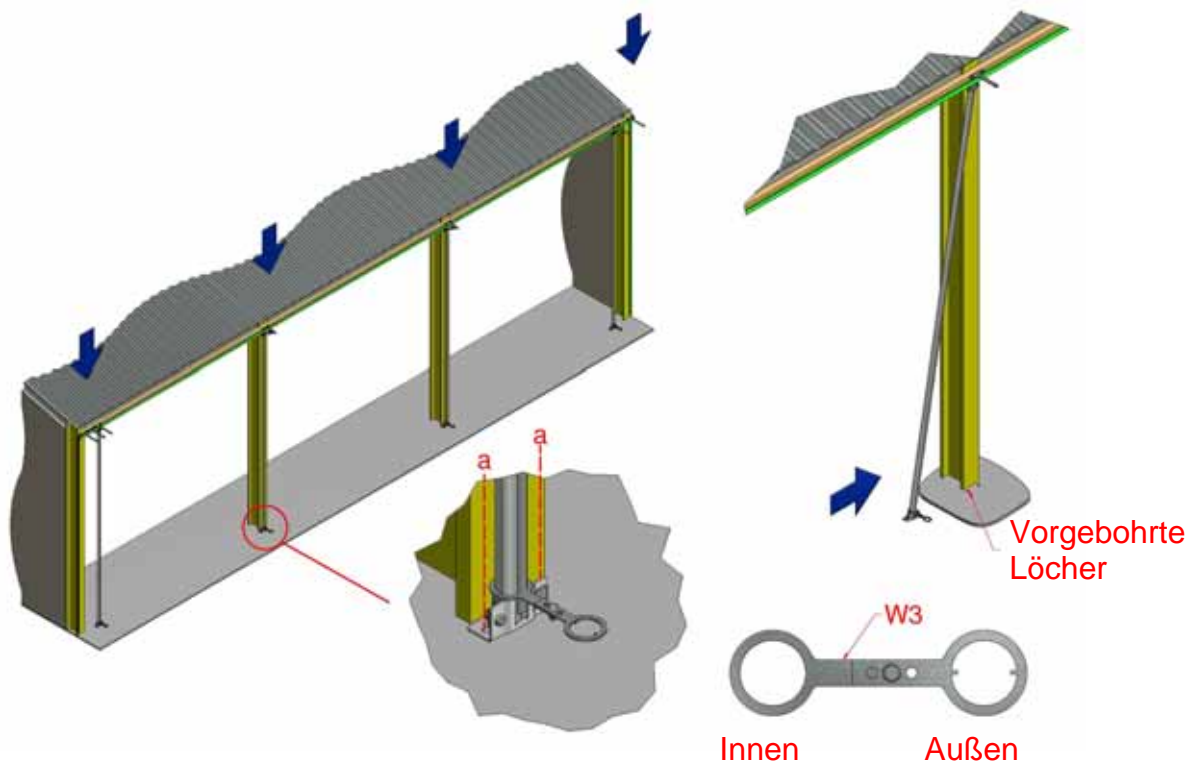

Abbildung 7: Innere Führungsrohre, stirn-/kopfseitige Montage
- a) Für stirn-/kopfseitige Montage das Ende des Abstandshalters (W3) mit dem glatten Loch und die untere Endstütze (D1) unten auf das innere Führungsrohr aufschieben, siehe Abbildung 7. Oberes Ende des Rohrs in die obere Endstütze (D1) einführen und in Position schieben, so dass die untere Endstütze auf die vorgebohrten Löcher im Fußboden ausgerichtet ist. Untere Endstütze mit den richtigen Befestigungsmitteln festschrauben. Endstützen so befestigen, dass das Rohr sicher montiert ist, und zwar so, dass der Schutzeinsatz vom Gebäude aus nach außen zeigt.